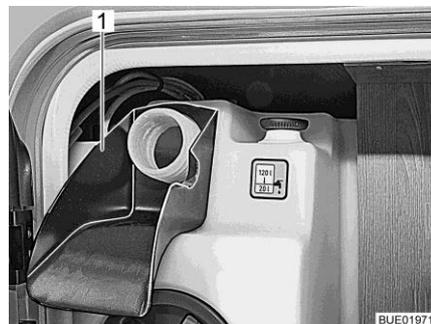

Fig. 253 Aide au remplissage
- Emboîter l'aide au remplissage (Fig. 253,1) sur le bec de remplissage d'eau potable.